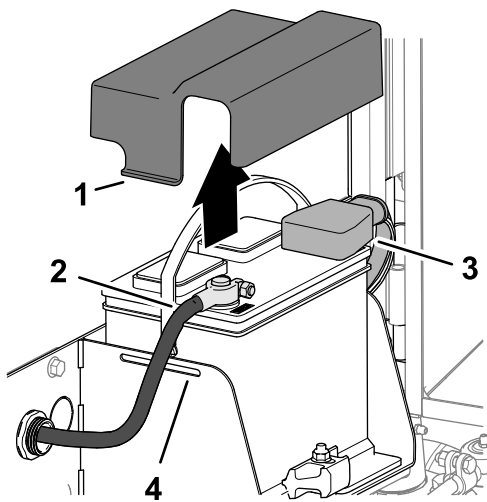

Рисунок 132
3. Сожмите стороны крышки аккумулятора и снимите крышку с поддона аккумулятора (Рисунок 132).